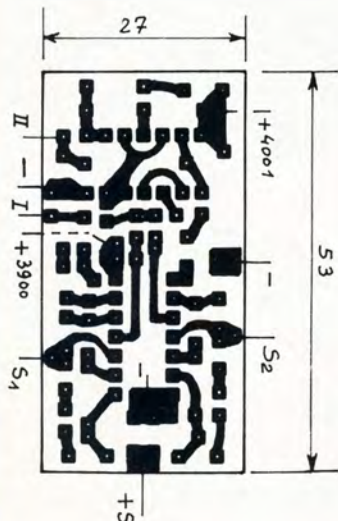

Fig. 8. - C.I. du « Mixer ».
a) Le CI. Epoxy simple face 15/10 (voir fig. 8).